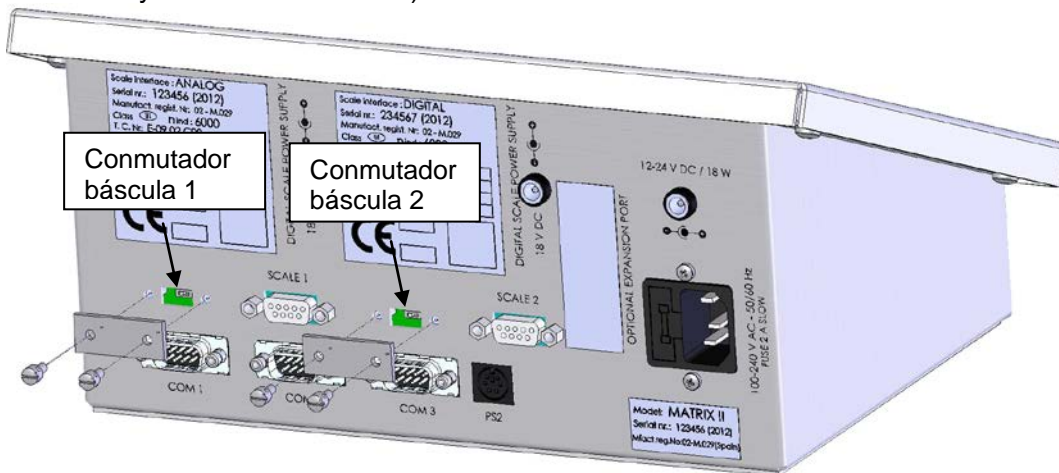

Figura 5.1.4 Precinto mecánico
- Configuración y calibración de la(s) báscula(s): además de haber accedido en modo UNPROTECTED existe un conmutador en la parte trasera del indicador (ver figura 5.1.4) para cada una de las dos básculas (una segunda báscula es opcional). Se trata de un selector que puede precintarse mecánicamente, y que en posición LOCK impide la modificación de los parámetros protegidos, aunque se haya accedido en modo UNPROTECTED.